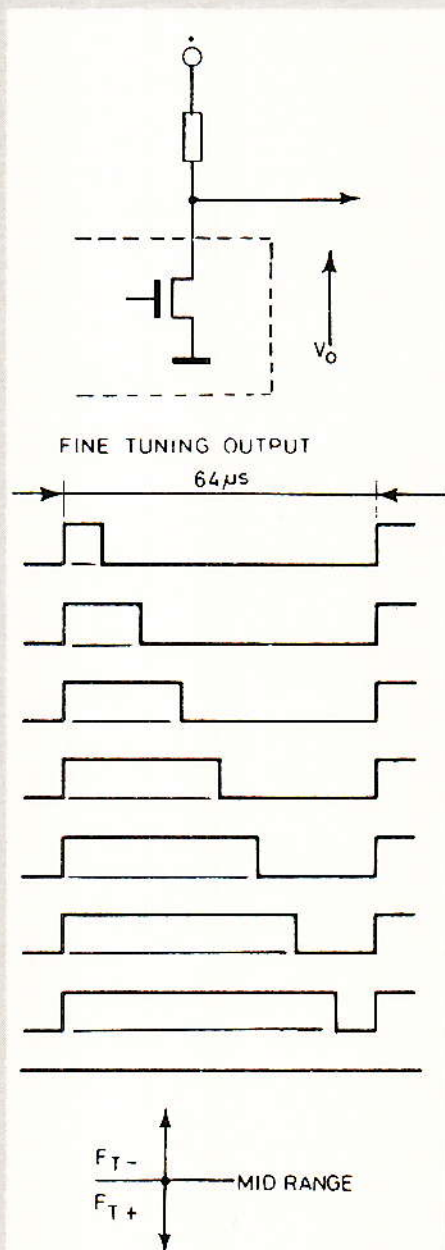

Figure 7
Cette information est disponible ici sous la forme d'une fréquence carrée à 15 625 Hz (pour une horloge de 500 kHz) dont le rapport cyclique est variable en 8 positions comme l'indique la figure 7.
- Au début de la recherche d'une station (Automatique, Semi, ou Manuelle), la pin 11 est établie en position moyenne (voir figure 7).